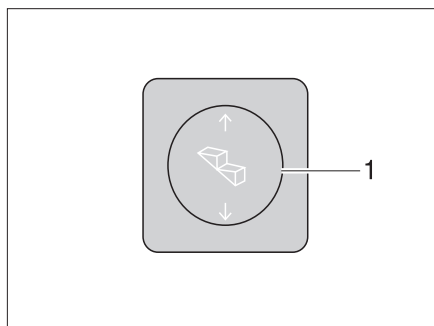

Fig. 8 Interruttore di comando scalino di ingresso
- Premere in basso l'interruttore a bilico (Fig. 8,1) fino a che lo scalino di ingresso è stato completamente estratto.
- Premere in alto l'interruttore a bilico (Fig. 8,1) fino a che lo scalino di ingresso è completamente inserito.